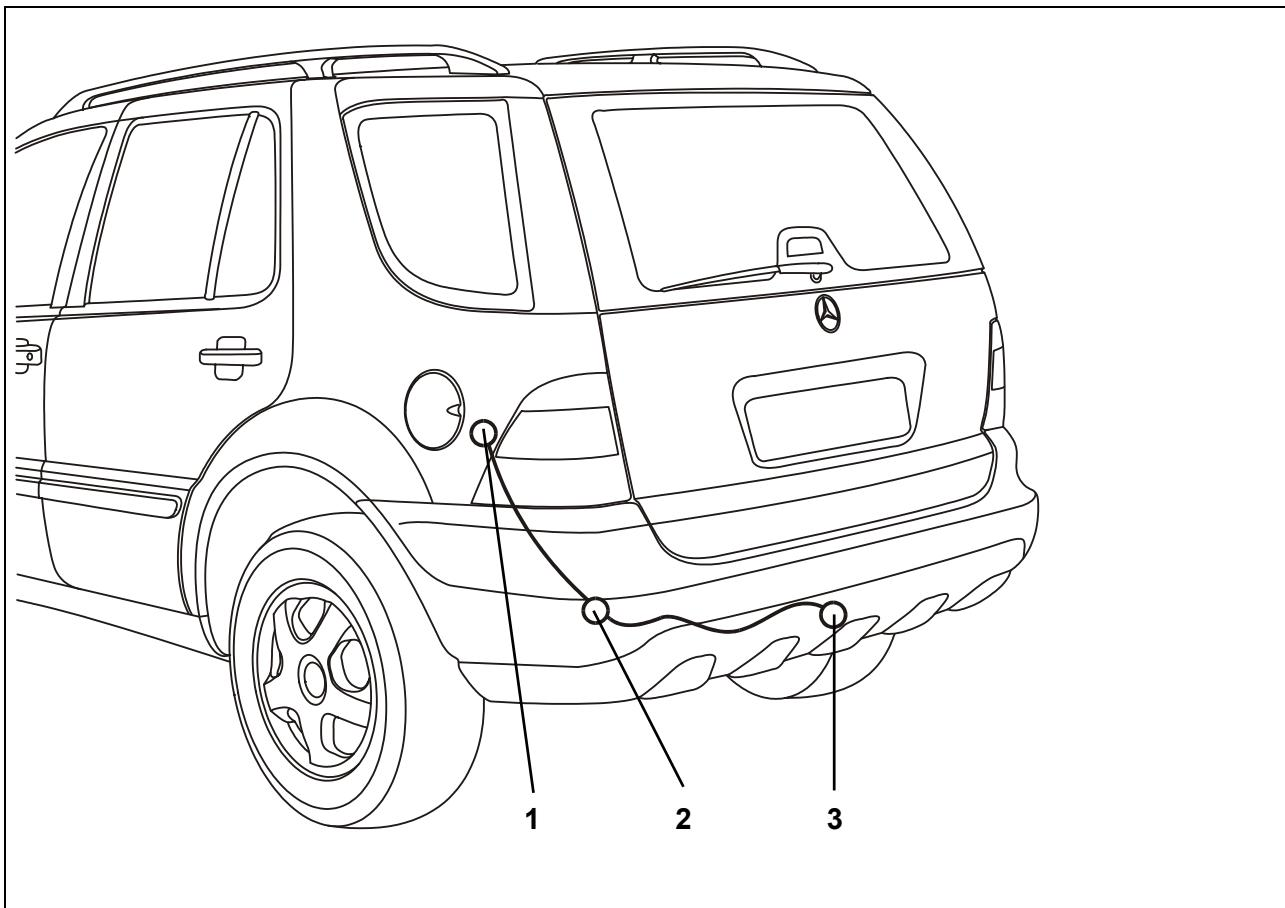

Abb. 1: Einbauübersicht
3. Das Leitungsende durch die Kabel-Durchführung, ausgehend vom Kofferraum, nach außen zum Steckdosenhalblech (Abb. 1/3) verlegen.
4. Die Gummitülle in die Kabel-Durchführung (Abb. 1/2) einsetzen.
8. Die Steckdose mit den beiliegenden Schrauben und Muttern am Halblech (Abb. 1/3) festschrauben.
10. Den 16-poligen Stecker (Abb. 1/1) mit dem passenden Gegenstück (befindet sich in der Nähe des Tankrohrs) zusammenstecken und befestigen.